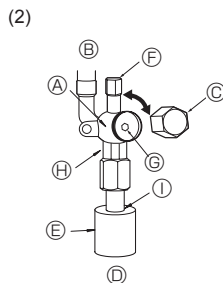

Fig. 4-6
- Lado do líquido do P100-P140 (Fig. 4-6)